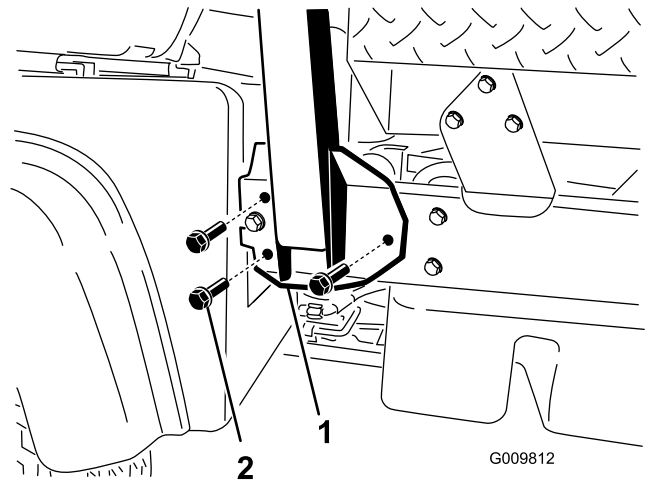

Bild 4
2. Fluchten Sie jede Seite des Überschallschutzes mit den Befestigungslöchern an jeder Seite des Maschinenrahmens aus, wie in Bild 4 abgebildet.